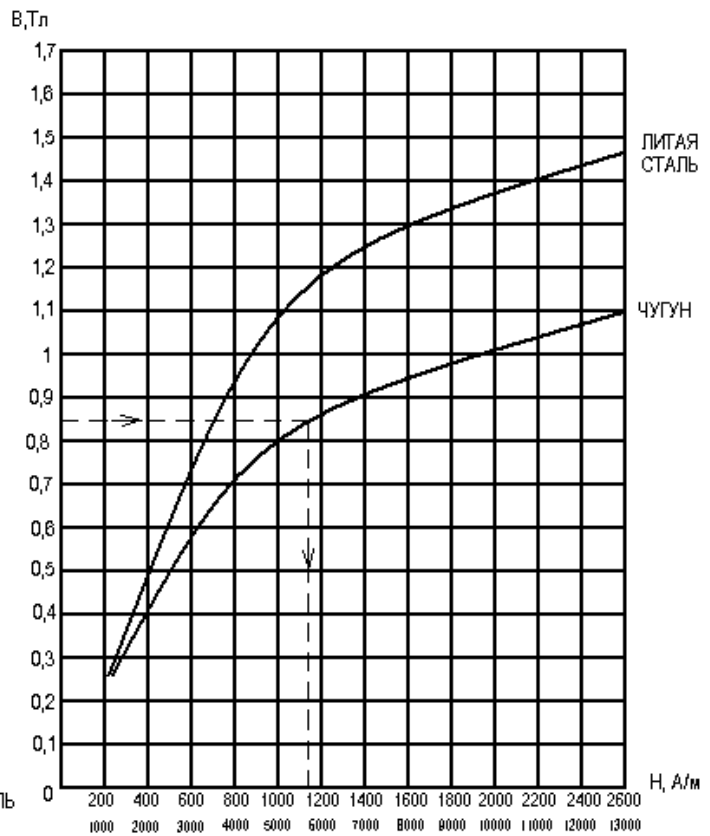

Рис.2
При расчетах магнитных цепей определение напряженности магнитного поля по заданному значению магнитной индукции рекомендуется вести по кривым намагничивания, приведенным на рис.2. При пользовании кривыми будьте внимательны, поскольку для определения H предложены две различных шкалы в зависимости от вида ферромагнитного материала.
На рис.2. пунктиром показано определение H по заданному значению B для чугуна: при $B=0,85$ Тл величина
3. По кривым намагничивания (см. рис.2.), зная B , находим для литой стали